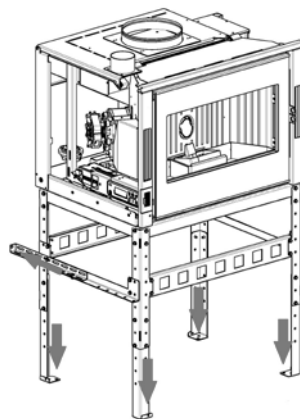

Fig. 44 - Fije la estructura al suelo y a la pared
- Coloque la estructura con el insertable en la posición que desea y fije las patas al suelo y los alargadores, a la pared de detrás (véase **Fig. 44**).